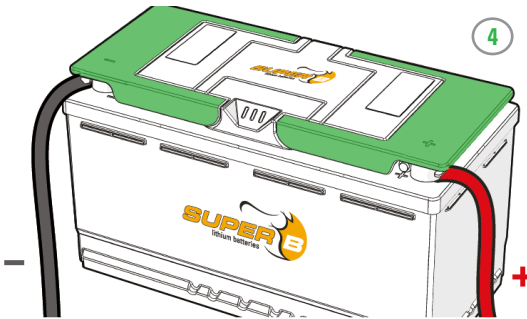

Figure 8. Mettez les cache-bornes en place sur les cosses
4. Mettez les cache-bornes en place sur les cosSES. (Figure 8)